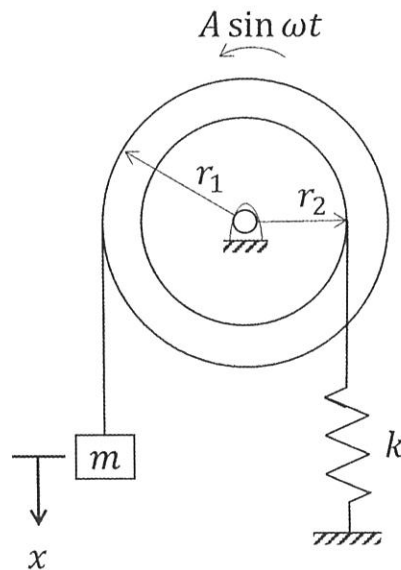

図1
図1に示すように、二重滑車の外側の滑車の円周に沿って巻き付けられたひもを介して質量 m の重りが吊り下げられ、内側の滑車の円周に沿って巻き付けられたひもの端がバネ係数 k のバネを介して床に結合されている。ひもと滑車の間に滑りは生じないものとする。内外の滑車はともに、一様な円盤形状であり、外側の滑車の質量は M_1 、半径は r_1 であり、内側の滑車の質量は M_2 、半径は r_2 である。外側と内側の滑車の軸は共通で、床に対して固定されたモータの軸に結合されている。モータにより二重滑車には $A \sin \omega t$ の周期的トルクが印加されている。さらに、質量 m の重りは重力方向にのみ動くものとし、モータのトルクが作用しない場合のつり合い位置からの質量 m の重りの変位を x 、重力加速度を g とする。このとき、以下の間に答えなさい。
- 問4 図1の系の運動方程式を、変位 x を用いて表しなさい。
- 問5 周期的トルクの振幅 A が 0 ($A = 0$) で、質量 m の重りが微小振動している場合の、図1の系の固有角振動数 ω_n を求めなさい。